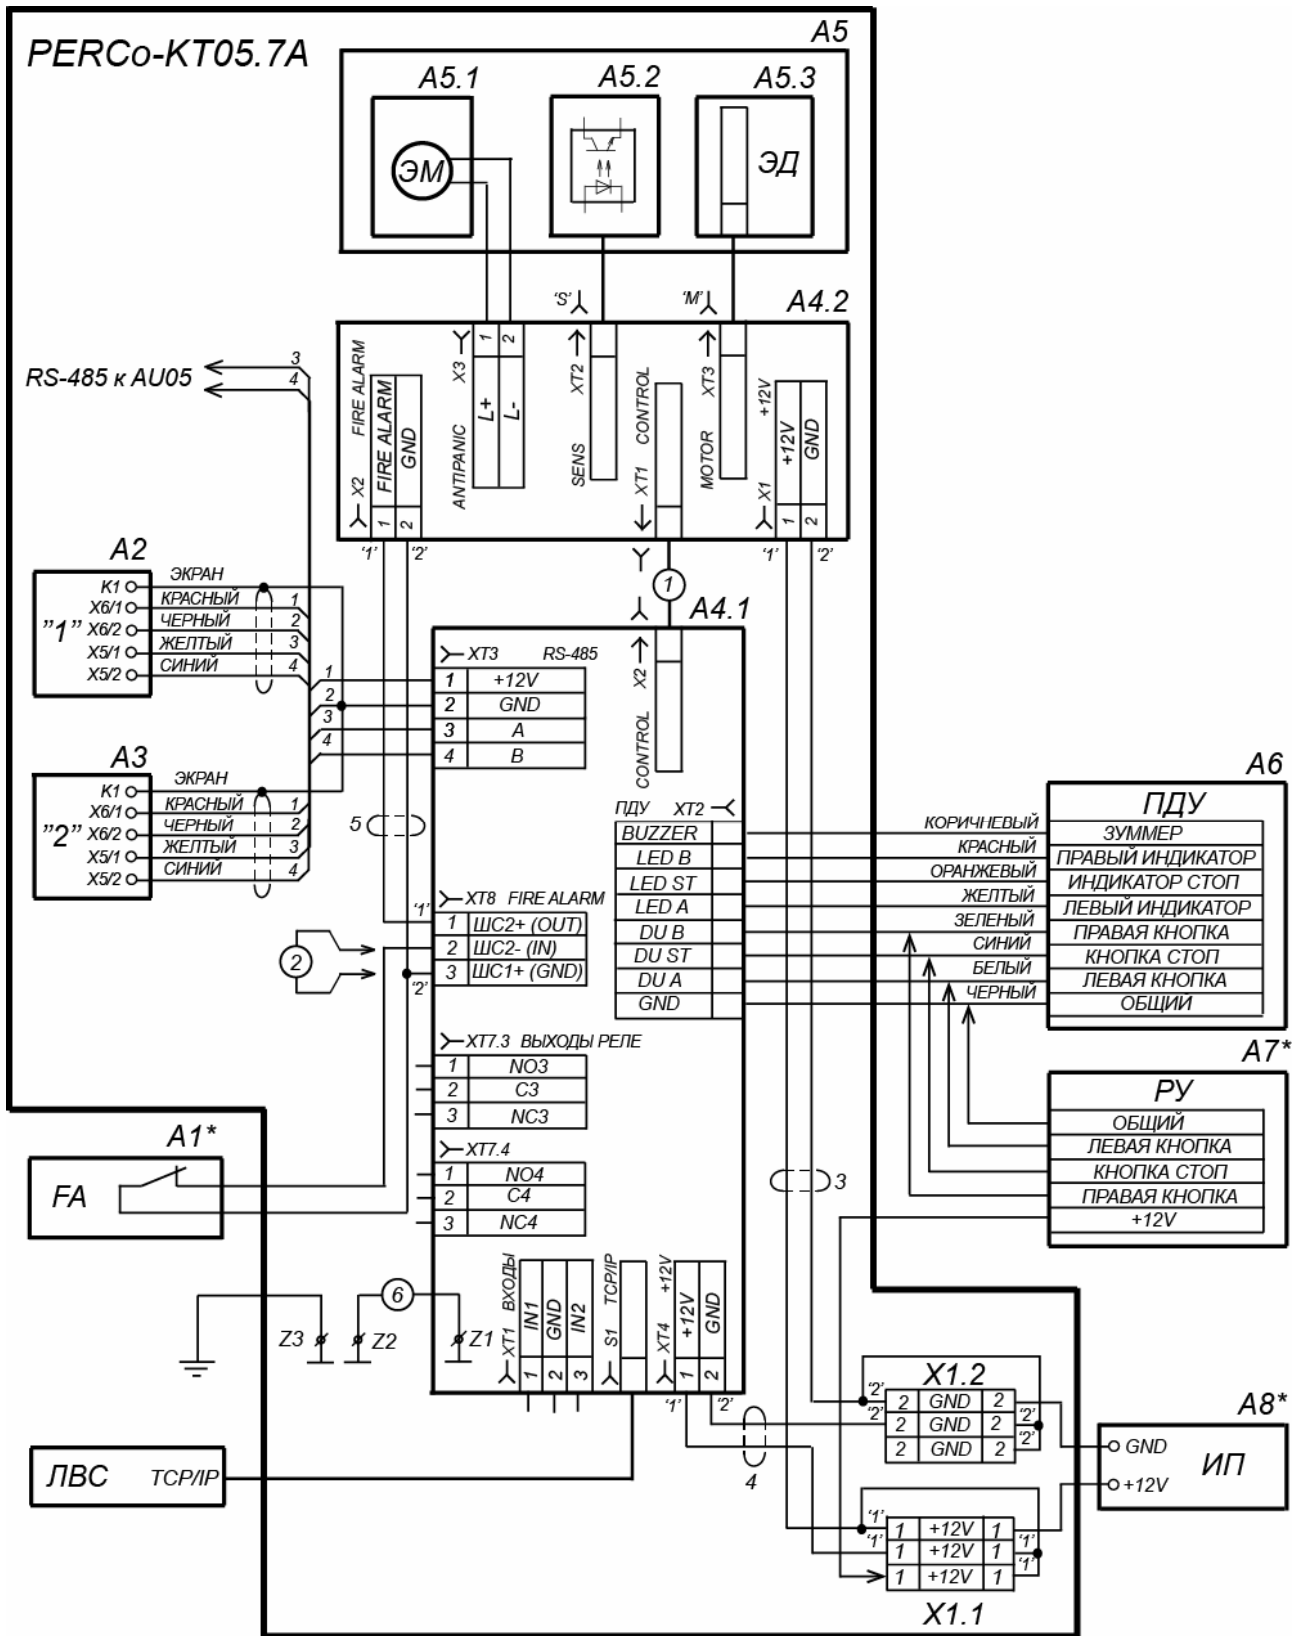

Рисунок 12. Схема подключения ЭП и дополнительного оборудования¹
Расположение клеммных колодок на плате контроллера ЭП показано на рис. 5, назначение контактов клеммных колодок указано в табл. 1. Схема подключения приведена на рис. 12. Используемые при подключении типы кабелей указаны в табл. 4. При монтаже ЭП придерживайтесь следующей последовательности действий:
13. Подключите кабель питания (15) к клеммной колодке **X1** на кронштейне платы контроллера ЭП согласно схеме, приведенной на рис. 12.
14. Подключите кабель ПДУ (14) к клеммной колодке **XT2** платы контроллера ЭП согласно схеме, приведенной на рис. 12.
15. Подключите при необходимости кабели от других устройств к соответствующим клеммным колодкам согласно схеме, приведенной на рис. 12.